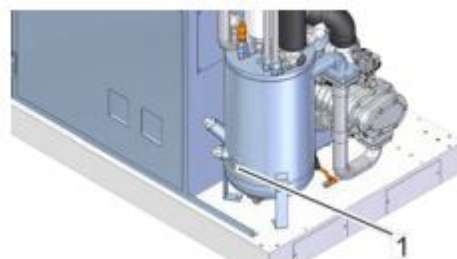

Рис. 32: Пробка наливного отверстия
5. ➔ Ослабьте пробку наливного отверстия (Рис. 32/1), осторожно откройте, не потеряв уплотнительное кольцо.